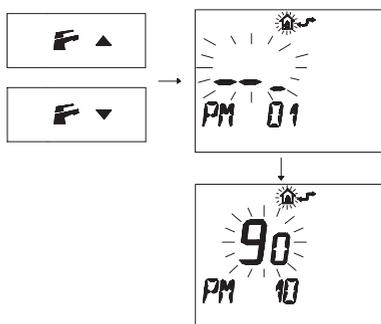

Figura 5.67
- Premere i pulsanti  o  per visualizzare la programmazione "PM10" selezione della frequenza di accensione (Figura 5.67).
Nella Figura 5.67 si visualizza un SET programmato di **90** corrispondente ad un tempo di riaccensione di 3 minuti circa.